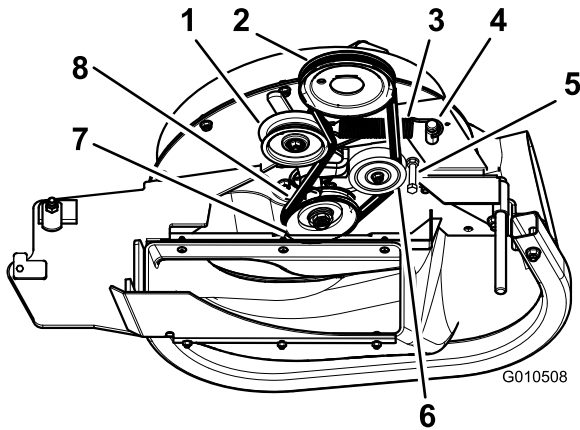

Bild 14
2. Lösen Sie die Riemenführung an 122 cm und 132 cm Mähwerken (Bild 14).
3. Verlegen Sie den Riemen um die Riemenscheibe des Gebläses und die starre Spannscheibe (Bild 14).